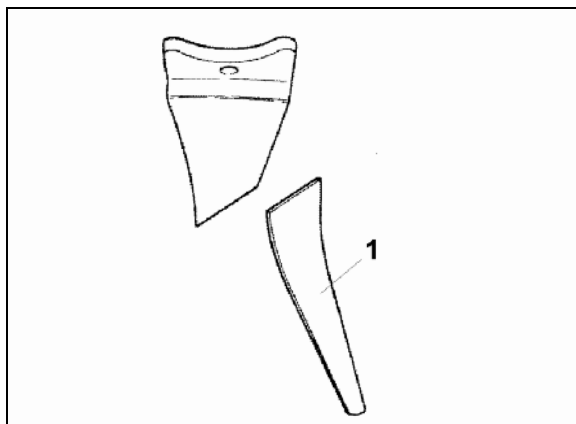

Bild 68
Nedslitna pinnar "Griff Special" kan återställas till ursprungslängden med påsvetsbara spetsar (Bild 68/1). Demontera först harvpinnarna ur pinnhållaren (se på sidan 108).
1. Håll den påsvetsbara spetsen (Bild 68/1) mot den gamla harvpinnen